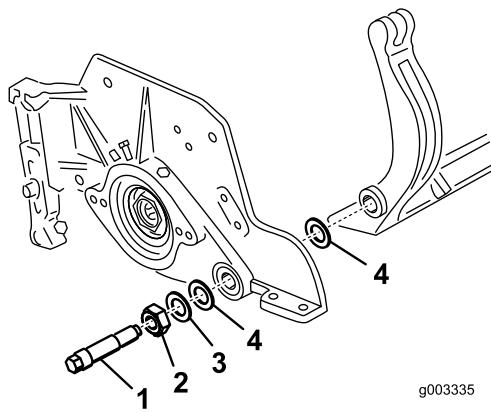
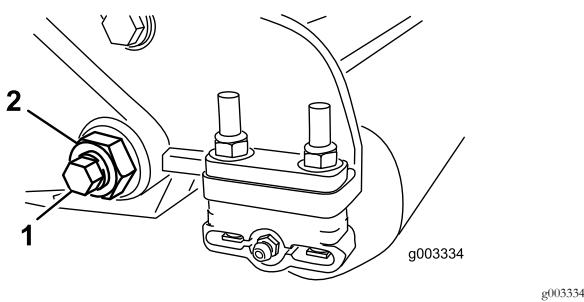

Рисунок 31
Рисунок 30
3. С каждой стороны машины ослабьте контргайку, крепящую болт планки неподвижного ножа (Рисунок 30).
4. Отверните все болты планки неподвижного ножа, чтобы можно было потянуть планку вниз и снять с болта машины (Рисунок 30). Не забудьте о наличии двух нейлоновых шайб и одной штампованной стальной шайбы с каждой стороны планки неподвижного ножа (Рисунок 31).
4. На нейлоновые шайбы установите стальные шайбы (Рисунок 31).
внутренней стороне пластин шайбы могут быть установлены с зазором (Рисунок 31).